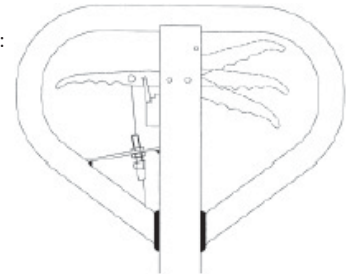

Fig. 5
Si nécessaire, vous pouvez régler le levier en suivant les étapes suivantes (fig. 5):
- Si les fourches ne descendent pas lorsque la poignée de commande est en position **Bas**, tournez l'écrou de réglage dans le sens des aiguilles d'une montre jusqu'à ce que le fait de relever la poignée de commande fasse descendre les fourches. Vérifiez ensuite la position **Neutre** selon la fig. 5 et assurez-vous que l'écrou de réglage est dans la bonne position.